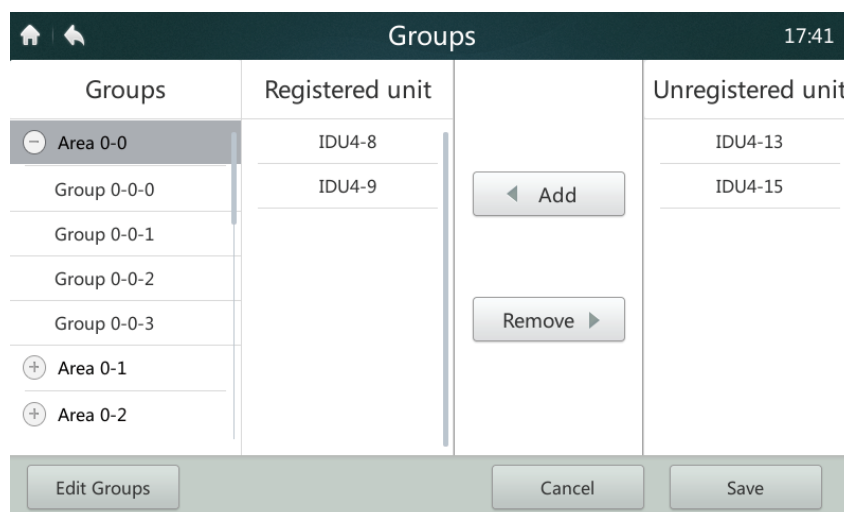

Figura 40: Página de inicio 2 de la página Groups (Grupos)
1. El usuario primero debe crear grupos. Una vez que se hayan creado los grupos, se mostrará la página con la lista de grupos como se muestra en la figura 40.
2. Haga clic en el lado izquierdo de la página para seleccionar un grupo para añadir o borrar unidades interiores como se muestra en la figura 40.
3. En el lado derecho de la página, haga clic para seleccionar una unidad de la lista de equipos no incluidos en el grupo, como se muestra en la figura 40. Haga clic en el botón “Add” (Añadir) para añadir una unidad al grupo seleccionado. El equipo aparece en la lista de equipos incluidos en el grupo.